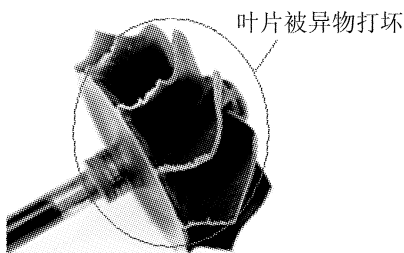

图 2 被异物损坏的涡轮叶轮
(2) 由于发动机零部件损坏脱落或排气管中的积炭、杂质造成异物进入涡轮端, 将涡轮叶轮叶片打坏, 见图 2。